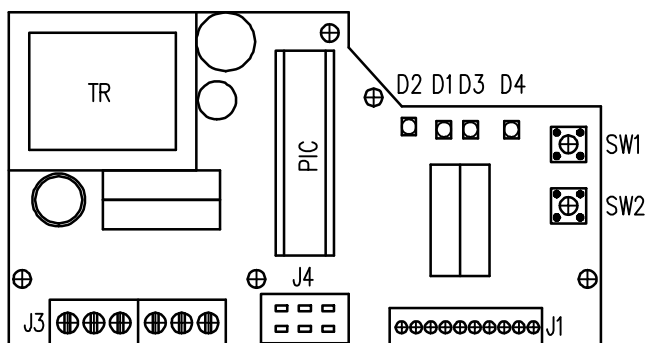

Рис.10
4.6 Настройка регулятора положения (рис.10)
Размещение устанавливаемых и сигнализирующих элементов на доске регулятора REGADA находится на рис.10: